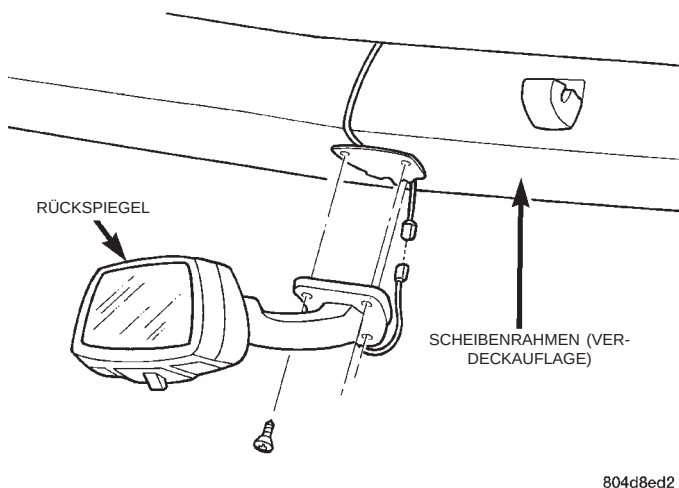

Abb. 47 Rückspiegel
- (1) Befestigungsschrauben lösen, mit denen der Rückspiegel am Scheibenrahmen befestigt ist.
- (2) Je nach Ausstattung, den Steckverbinder vom Rückspiegel abziehen.
- (3) Rückspiegel aus dem Fahrzeug nehmen (Abb. 47)